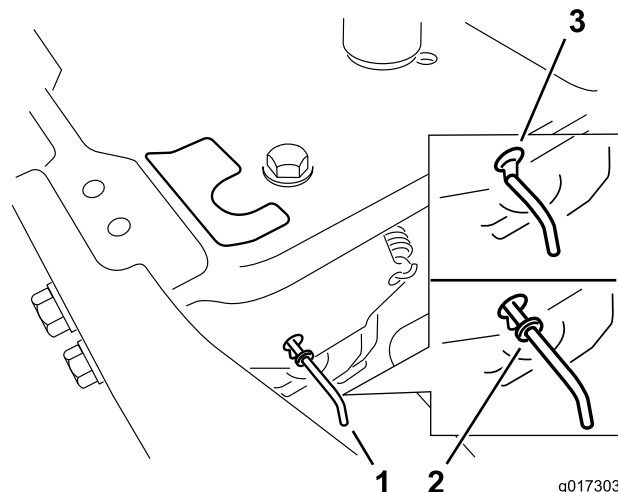

Figura 22
4. Mueva las palancas de desvío hacia adelante a través del orificio y hacia abajo para bloquearlas en esa posición, según se muestra en Figura 22. Asegúrese de hacer lo mismo con cada palanca.
Mueva las palancas de desvío hacia atrás a través del orificio y hacia abajo para bloquearlas en esa posición, según se muestra en Figura 22. Asegúrese de hacer lo mismo con cada palanca.